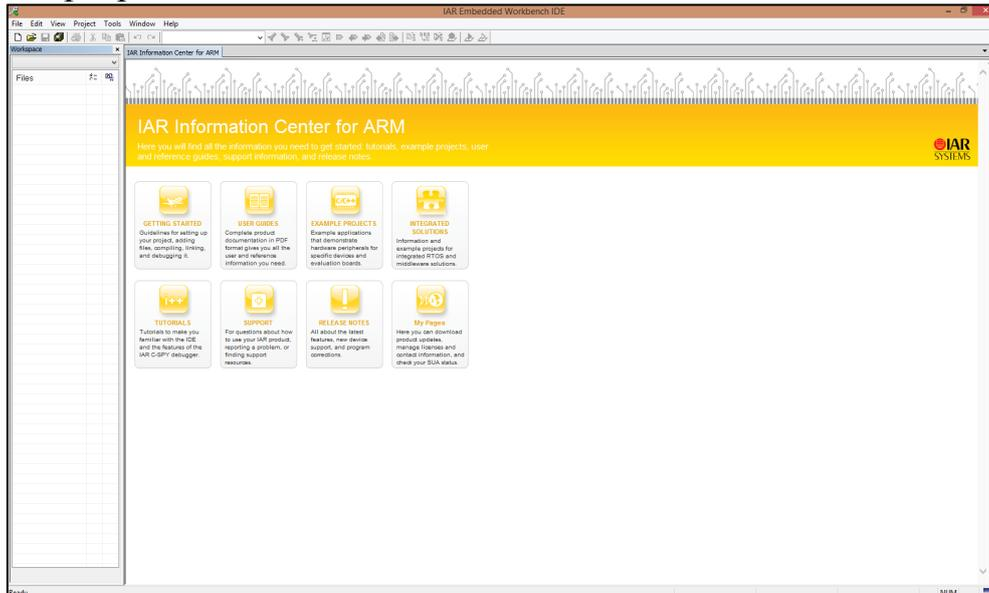

Рис. 3.1. Стартовое окно программы
1. Запускаем среду программирования *IAR Embedded Workbench for STMicroelectronics ARM*. На рис. 3.1 представлен внешний вид стартового окна программы.